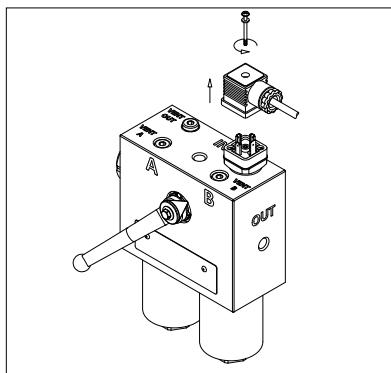

fig. 15
- (Fig. 15) Rimuovere il connettore dell'indicatore differenziale svitando la vite centrale (solo per gli indicatori elettrici)
- Per il montaggio/smontaggio dell'indicatore e del connettore fare riferimento al paragrafo "Sostituzione indicatore" sopra (Fig. 15÷18).